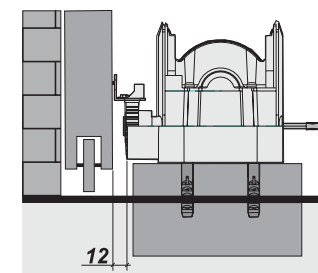

Figura 4
**3º Passo:** Coloque o equipamento sobre a base, de maneira que o mesmo fique com uma distância de 12mm entre a face da folha e a engrenagem, de forma que a máquina fique alinhada a barra de cremalheira, como demonstra a figura 4;